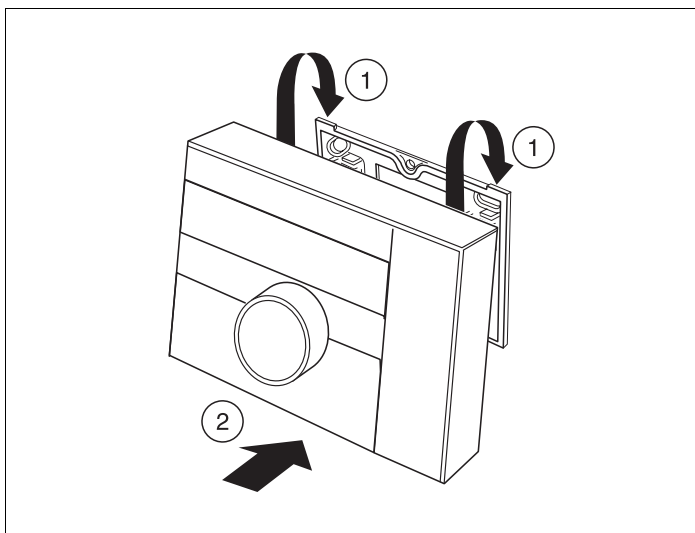

Рис. 7 Установка комнатного регулятора RC10
- Установить комнатный регулятор RC10 сверху на монтажную пластину по направлению стрелок (рис. 7, поз. 1).
- Нажать на регулятор RC10 вниз до щелчка, как это показано стрелкой (рис. 7, поз. 2).
- Разблокировать комнатный регулятор RC10 на нижней стороне (рис. 7, поз. 2) и снять его вверх.